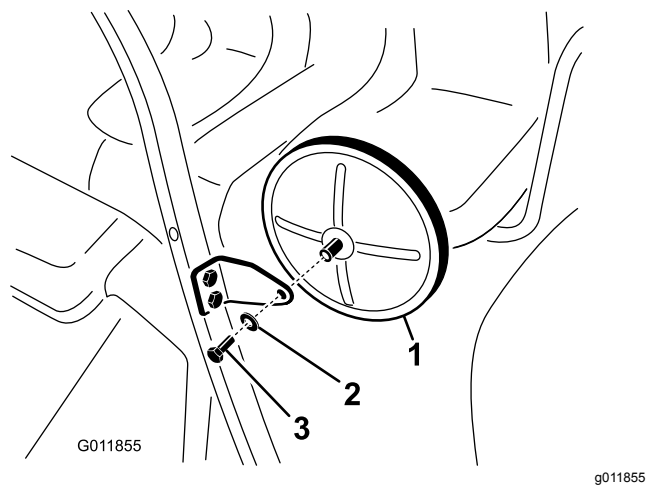

図 13
7. キット付属のねじとワッシャでマウントにミラーを固定する図 13。